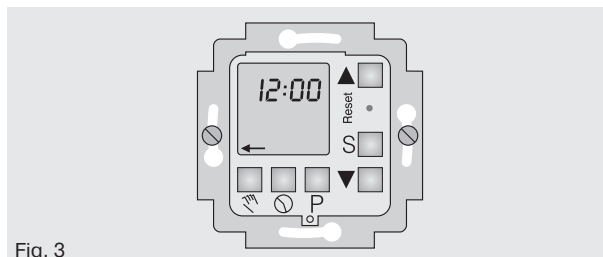

Fig. 3
- Conecte a continuación la tensión de red. Tenga en cuenta que en la primera puesta en servicio puede retrasarse la conexión del reloj, ya que primero debe inicializarse. En el plazo de 10 segundos se enciende intermitente en el visualizador la cifra 12:00 (Fig. 3).